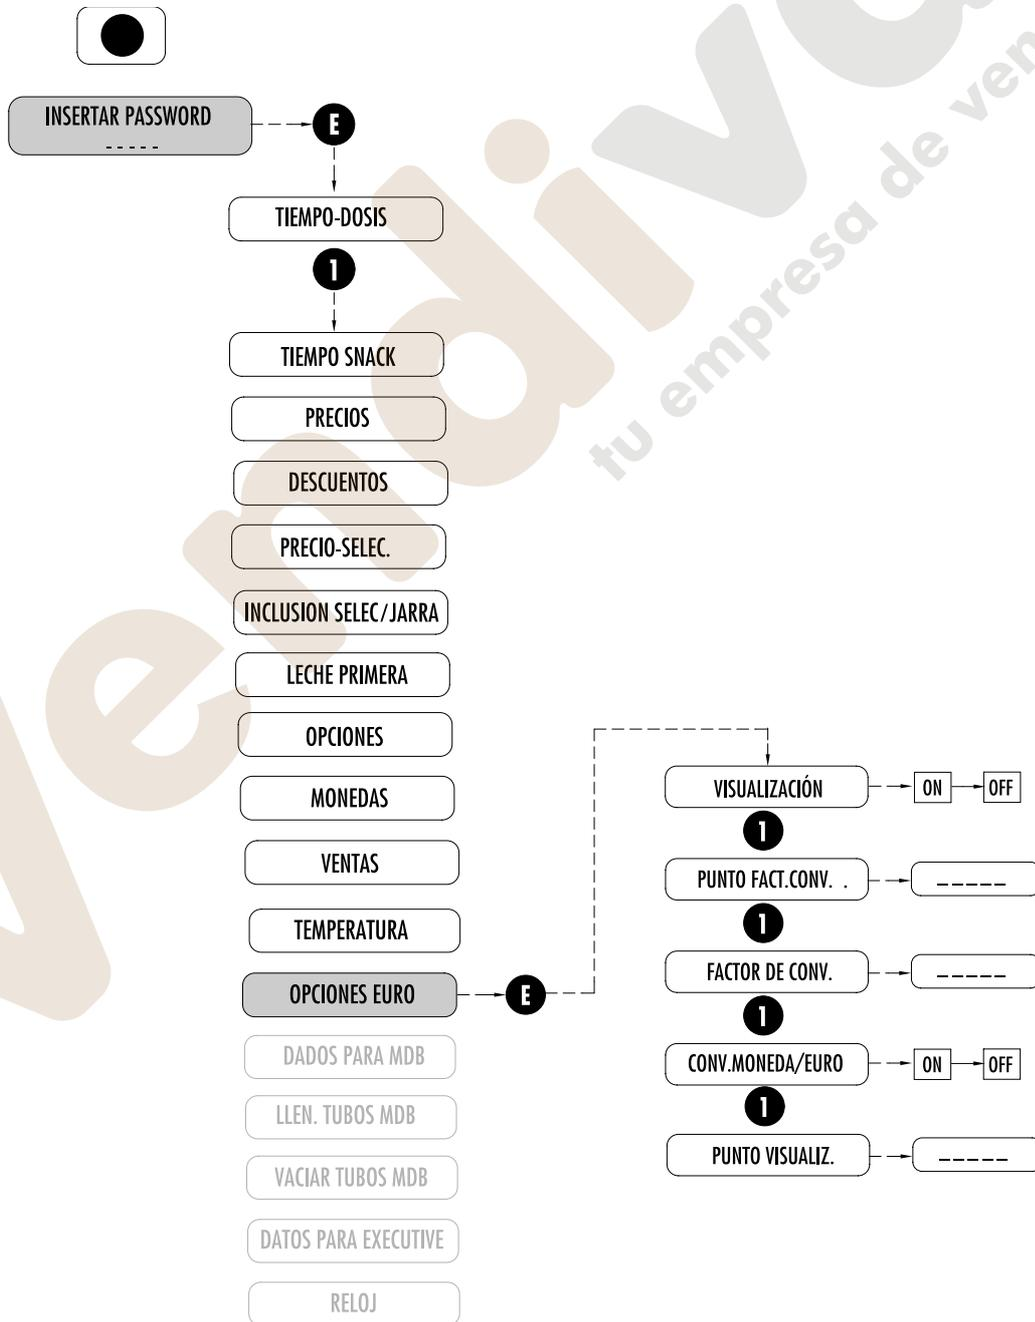

Fig. 7.15
**7.2.12 OPCIONES EURO (Fig. 7.15)**